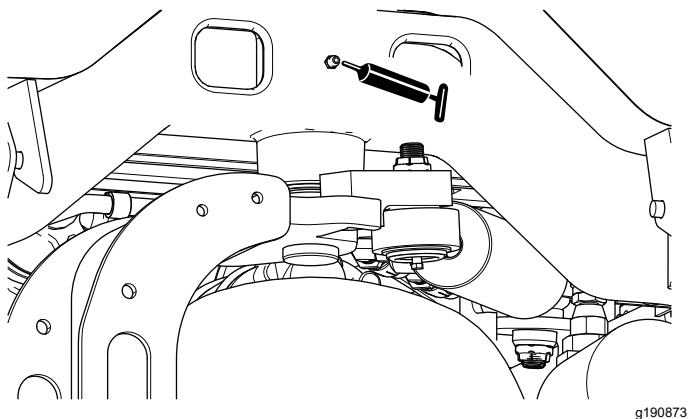

Figura 59
- Perno dello sterzo (Figura 59)